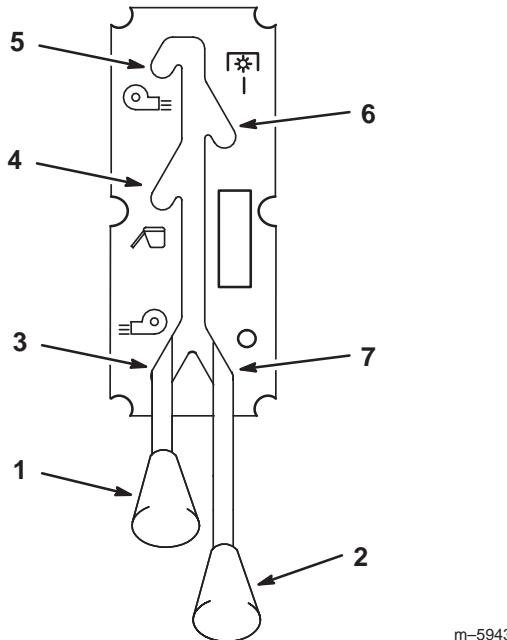

Figure 20
1. Débrayez la PdF du Quiet Collector (Fig. 20).
1. Pour éjecter l'herbe sur la droite, abaissez complètement la commande d'éjection (Fig. 20).
2. Pour ramasser l'herbe, placez la commande d'éjection au centre (Fig. 20).
3. Pour éjecter l'herbe sur la gauche, relevez complètement la commande d'éjection (Fig. 20).
La commande de PdF se situe à gauche du bac à herbe (Fig. 20).
1. Pour engager le bac à herbe, élevez complètement la commande de PdF. (Fig. 20).
2. Pour désengager le bac à herbe, abaissez complètement la commande de PdF (Fig. 20).
2. Débrayez la PdF du Quiet Collector (Fig. 20).